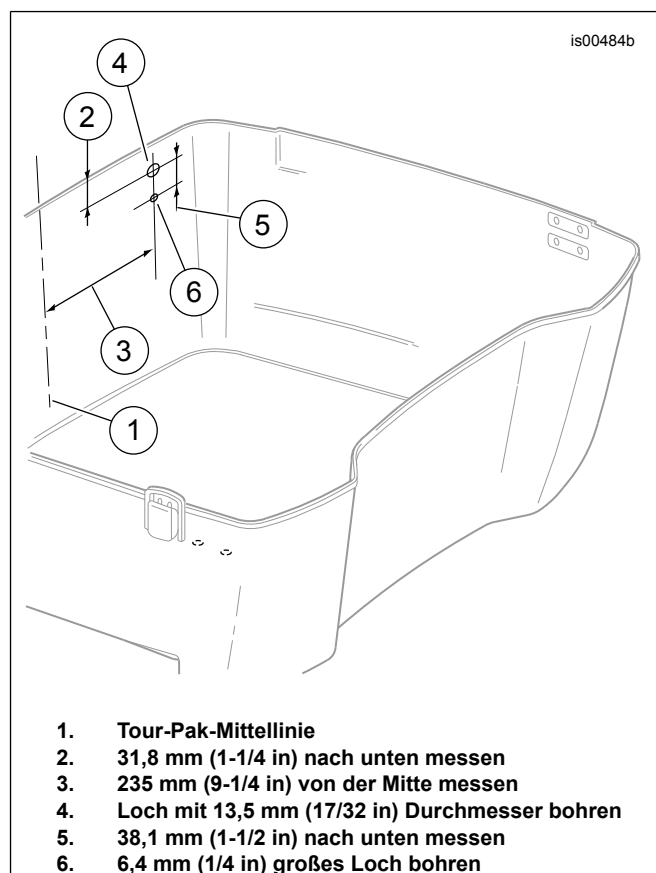
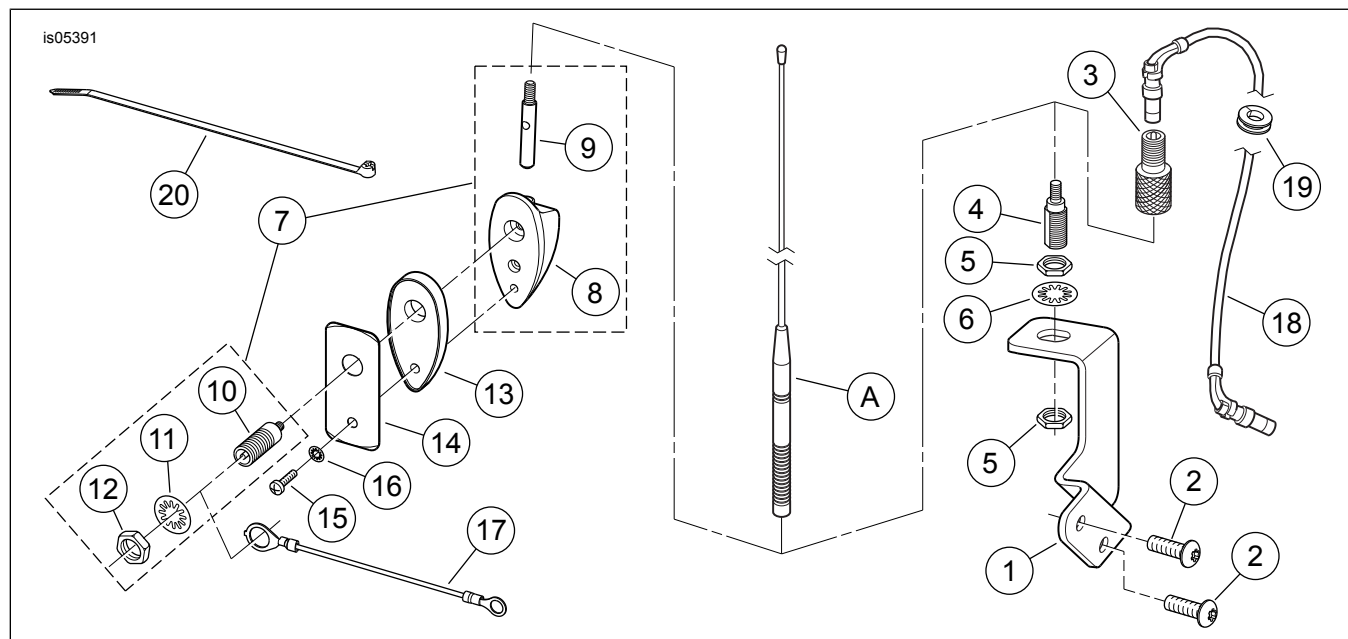

Abbildung 1. Lage der Tour-Pak-Bohrungen für die AM/FM-Antenne
Abbildung 5. Ersatzteile, AM/FM-Antennen-Umbausatz
Siehe Abbildung 5 und Tabelle 1.
4. **Für FLHTC-Modelle:** Siehe Abbildung 5. Das AM/FM-Antennenkabel vom Original-Antennensockel (7) im Tour-Pak abtrennen. Mit **AM/FM-Antennenbefestigungshalterung am Schutzblech (FLHT- und FLHTC-Modelle)** fortfahren. **Für FLHT, FLHX und FLTR-Modelle:** Siehe Abbildung 1. Die Mitte (1) der Rückwandaußenseite des Tour-Pak ausmessen und markieren.
8. Im Abstand (3) von 235 mm (9-1/4 in) zur Mittellinie einen Streifen 51 mm (2 in) breites Abklebeband vom oberen Rand der Rückwandaußenseite des Tour-Pak bis etwa zur Mitte der Rückwandhöhe aufkleben.
1. Siehe Abbildung 5. Den Antennenmast (A) vom Antennensockel (4) auf der Original-Antennenbefestigungshalterung entfernen, die am unteren Teil der linken hinteren Satteltaschen-Stützhalterung befestigt ist. Mit **AM/FM-Antennenanschluss** fortfahren.
Siehe Abbildung 5. Um maximalen Gewindeeingriff des Antennen-/Kabeladapters (3) zu ermöglichen, die Muttern (5) auf den Antennensockel (4) aufsetzen, damit nahezu das gesamte 1/2-20 Gewinde **über** der oberen Mutter bleibt.
1. Eine der 1/2-20-Muttern (5) aus dem Satz auf dem Antennensockel (4) anbringen. Die große innenverzahnte Sicherungsscheibe (6) auf die Gewindegänge des Antennensockels aufsetzen und den Antennensockel durch das Loch in der **neuen** Antennenbefestigungshalterung (1) einsetzen.
1. Siehe Abbildung 5. Die AM/FM-Antennensockelbaugruppe (7) dem Satz entnehmen. Die Sechskantmutter (12) und die innenverzahnte Sicherungsscheibe (11) vom Schraubverbinder (10) am Sockel abnehmen.
2. Sockeldichtung (13) mit Antennensockel zusammensetzen.
3. Die Sockelbaugruppe mit nach **oben** gerichtetem Antennenansatz (9) auf die in die Außenrückwand des Tour-Pak gebohrten Löcher ausrichten. Der Schraubverbinder (10) muss durch das größere (obere) Loch hindurch gesteckt werden.
4. Die Antennenverstärkungsplatte (14) von der Innenseite des Tour-Pak aus in Position bringen. Das Massekabel (17) dem Satz entnehmen und die große Kabelöse auf den Schraubverbinder stecken. Das Massekabel mit der Sechskantmutter (12) und der Sicherungsscheibe (11) am Schraubverbinder anbringen, jedoch noch nicht festziehen.
6. Die TORX®-Schraube (15) mit der kleinen Sicherungsscheibe (16) durch das kleinere (untere) Loch der Antennenversteifungsplatte hindurch in den Antennensockel eindrehen. Die Schraube fest anziehen. Die Sechskantmutter (12) sicher anziehen.
7. Die Antennenmastbaugruppe (1) auf den Antennensockeladapter (9) schrauben.